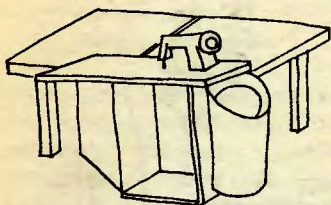
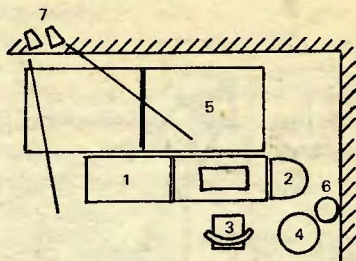

Рис. 25. Придвиньте сзади к швейной машинке большой стол. Это облегчит вам шитье
Рис. 26. План рабочего места: 1 — швейная машинка; 2 — мешок для отходов; 3 — стул; 4 — бак с пухом; 5 — стол; 6 — пылесос; 7 — освещение
вы беретесь за изготовление спального мешка или палатки, то позаботьтесь об увеличении стола машинки. Это существенно облегчит вам работу. Самый простой способ — поставить рядом с машинкой стандартный обеденный стол площадью $80 \times 110 \text{ см}^2$ и высотой 72—74 см (рис. 25). Это особенно удобно в том случае, если вы будете заполнять детали пухом, не отходя от машинки.
Теперь необходимо правильно расположить вокруг швейной машинки материалы и другие «средства производства». Посмотрите на примерный план рабочего места (рис. 26). На правой стенке тумбы швейной машины (1) укреплен мешок для отходов (2) (этот мешок изображен и на рис. 25). Для удобства пользования мешком несколько раз подверните его верхний край и застрочите. Справа от стула (3) расположена емкость с пухом (4). Для пуха лучше всего использовать